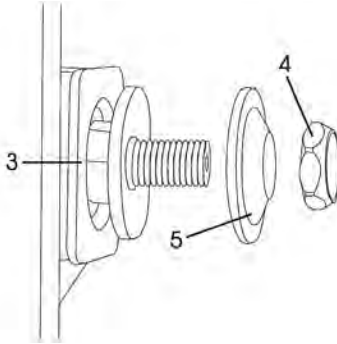

fig. 15 – retirando la brida del eje para la sustitución de la hoja de sierra
4. Bloquee el eje (3) con la llave (6) y suelte la tuerca de aprieto (4) con la llave (7) y en seguida retire la brida externa (5), fig. 15;